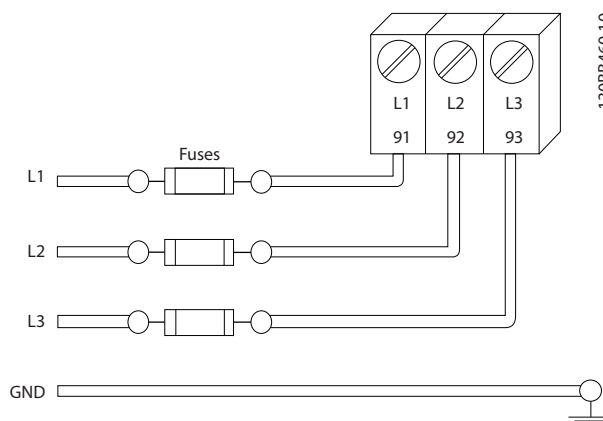

Abbildung 2.6 Sicherungen für Frequenzumrichter
- Versehen Sie alle Frequenzumrichter mit Kurzschluss- und Überlastschutz. Dieser Schutz wird durch Sicherungen am Eingang gewährleistet, siehe *Abbildung 2.6*. Wenn die Sicherungen nicht Teil der Lieferung ab Werk sind, muss sie der Installateur als Teil der Installation bereitstellen. 10.3 *Sicherungsangaben* zeigt die maximalen Nennwerte der Sicherungen.